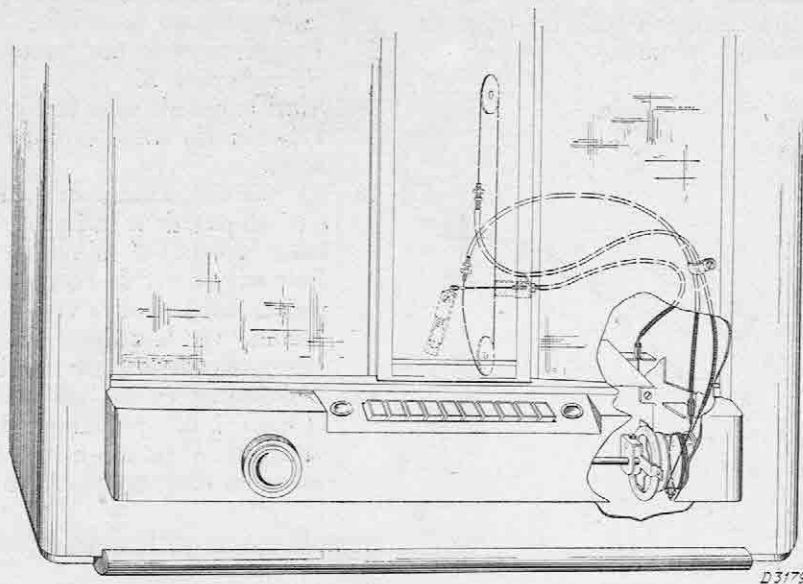

Fig. 7
4. La position exacte des cables d'entraînement est indiquée dans la fig. 7.